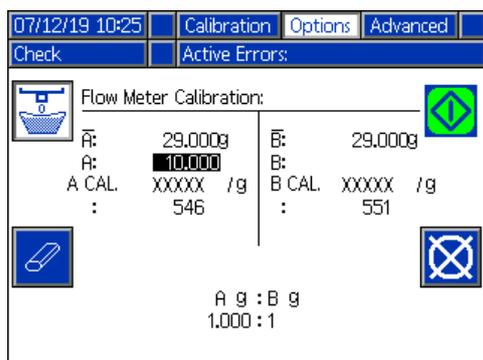

FIG. 35 : Saisir le poids net
16. À la fin de la distribution, peser le côté A du produit, puis saisir le poids net (en grammes) dans le champ qui s'affiche du côté gauche de l'écran. Voir la FIG. 35.
18. En cas de calibrage d'une machine à rapport variable et lorsque le rapport fourni par la distribution n'est pas la quantité désirée (affichée au bas de l'écran, comme illustré dans la FIG. 35), modifier le réglage du rapport mécanique en conséquence.